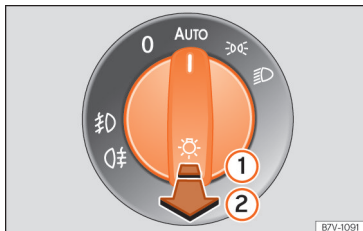

Abb. 115 Instrumententafel: Lichtschalter.
- **Einschalten der Nebelscheinwerfer* ☾:** Ziehen Sie den Lichtschalter bis zur ersten Rasterung » Abb. 115 ① aus den Positionen ☾, ☿ oder **AUTO** heraus.
- **Einschalten der Nebelschlussleuchte ☿:** Ziehen Sie den Lichtschalter ② aus der Position ☾, ☿ oder **AUTO** vollständig heraus.